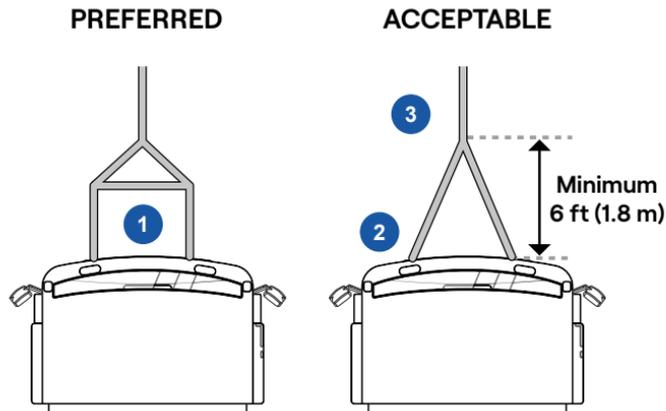

Figure 25 - Options de récupération
- Utilisez des chaînes doubles ou des câbles pour répartir la charge uniformément sur les deux attelages (voir l'une ou l'autre des options de récupération à la **Figure 25**.
- Utilisez une barre d'écartement ou une barre stabilisatrice pour répartir la charge entre les deux crochets (**Figure 25, n° 1**).
- S'il n'y a pas de barre d'écartement, suspendez la chaîne de traction principale ou le câble à au moins 1,8 m (6 pi) du véhicule (**Figure 25, nos 2 et 3**).